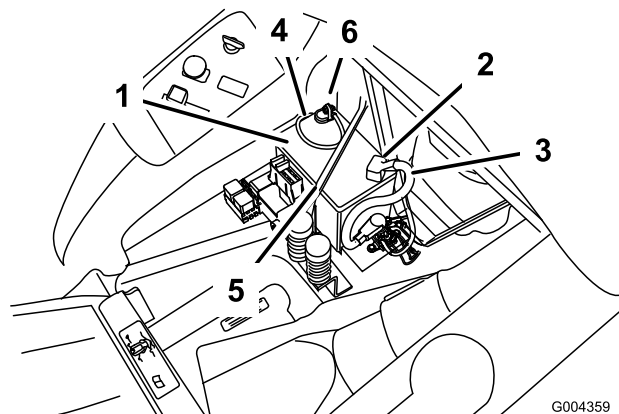

Figura 42
4. Staccate il cavo negativo (nero) di terra dal polo della batteria (Figura 42).
5. Infilate il cappuccio di gomma sul cavo positivo (rosso) della batteria. Staccate il cavo positivo (rosso) dal polo della batteria (Figura 42).
6. Togliete il dispositivo di fissaggio della batteria (Figura 42) e togliete la batteria dal vassoio.
1. Posizionate la batteria nel vassoio con i poli dei morsetti lontano dalla plancia (Figura 42).
4. Fissate i cavi con due bulloni (6,3 x 19 mm), rondelle (6,3 mm) e dadi (6,3 mm) (Figura 42).
6. Fissate la batteria con l'apposito dispositivo (Figura 42).